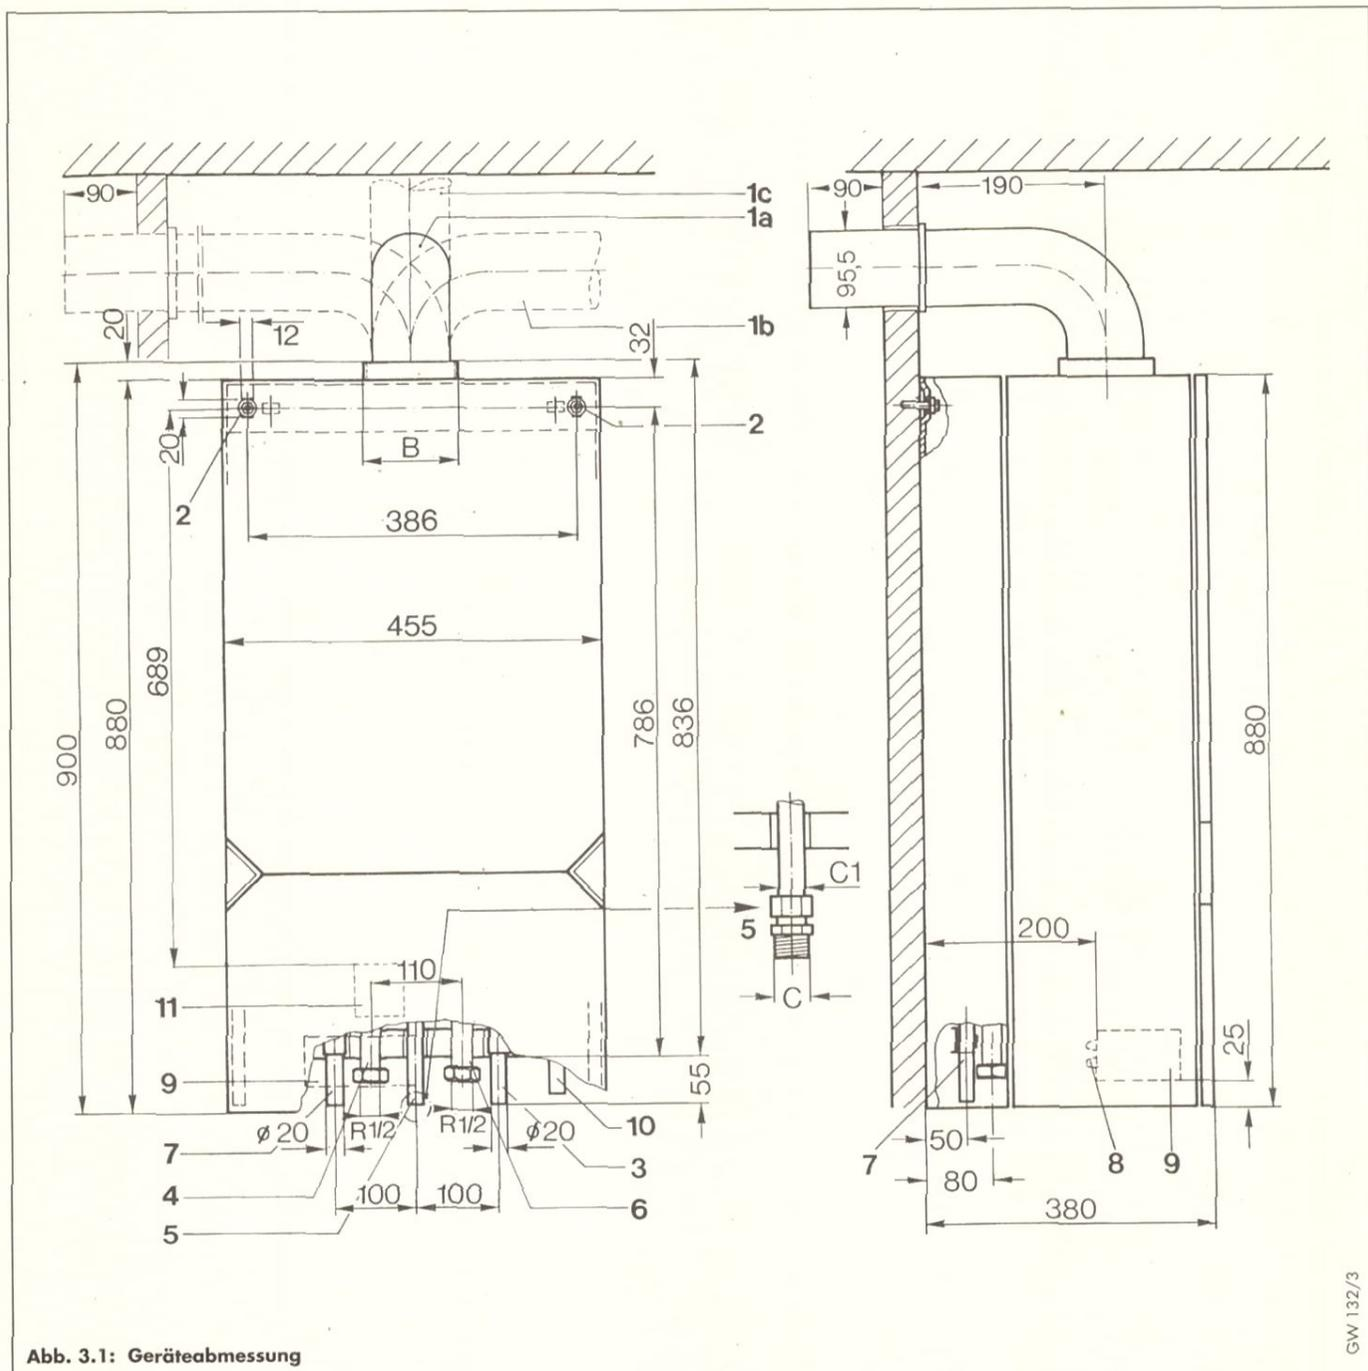

Abb. 3.1: Geräteabmessung
#### Legende zu Abb. 3.1
- Lage der Stockschrauben unter Berücksichtigung der Anschlußabmessungen des Gerätes (s. Abb. 3.1 und 3.2, Seite 4 und 5) festlegen.